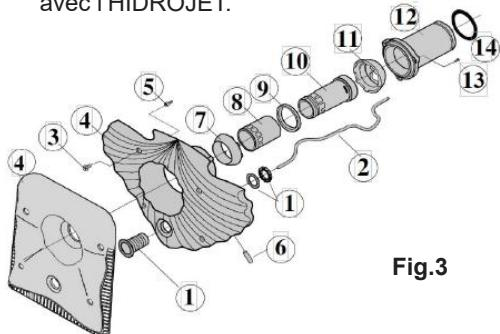
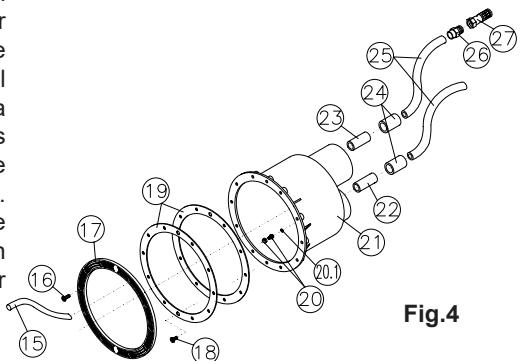

Fig.3
Fig.4
5.1 Pour fixer le boîtier dans une paroi à base de "liner", suivez les instructions données au chapitre 2 (lieu d'installation). On maintiendra les joints (n°19, fig.4) sur le boîtier (n° 21, fig.4) à l'aide des vis (n° 18, fig.4), en tenant compte que le "liner" sera placé entre les deux joints (n°19, fig.4). Enfin, on fixera la bague (n° 17, fig.4) à l'aide des vis (n°16, fig.4).
6.1 Le boîtier est fourni avec les tubes n° 22 et 23 (fig.4) déjà installés; de plus l'un des manchons (n° 24, fig.4) est fourni collé au tube n° 22. Une fois le boîtier fixé dans la paroi, en suivant les instructions du chapitre 2, nous procéderons à l'installation des lignes d'air et pneumatique.
Cette ligne se compose d'un manchon (n° 24), d'un tuyau souple (n° 25), d'un embout fileté mâle (n° 26) et d'une valve à pied (n° 27); toutes ces pièces étant fournies montées, vous n'aurez donc qu'à coller l'extrémité du manchon (n° 24) au tube (n° 23) déjà installé sur le boîtier. Il est important de fixer le tube de la ligne d'air à la paroi du local technique en faisant en sorte que la valve à pied soit dans la partie la plus haute; on évitera ainsi l'aspiration de saleté (voir fig. 8, page 31). Nous installerons enfin le tuyau souple (n° 15, fig.4) en l'emboîtant à pression dans la canule qui se trouve à l'intérieur du boîtier (voir fig. 5a-5b, page 28).
Cette ligne se compose d'un tube (n° 22), d'un manchon (n° 24) et d'un tuyau souple (n°25); comme le tuyau (n°22) et le manchon (n°24) sont déjà installés dans le boîtier, il suffira de coller le tube (n°25). Avant de coller l'extrémité du tube (n°25) sur le manchon (n°24), on introduira le tuyau transparent (n°2, fig.3) dans la ligne pneumatique, on passera l'extrémité de ce tube transparent (n°2, fig.3) par l'orifice du boîtier et on le fixera à l'aide du presse-étoupe (n° 20 et 20.1, fig.4). Après cette opération, on collera le tuyau (n° 25) au manchon (n° 24). L'extrémité du tube transparent (n°2, fig.3) sera connectée au micro-interrupteur situé sur un côté du tableau hydropneumatique inclus avec l'HIDROJET.